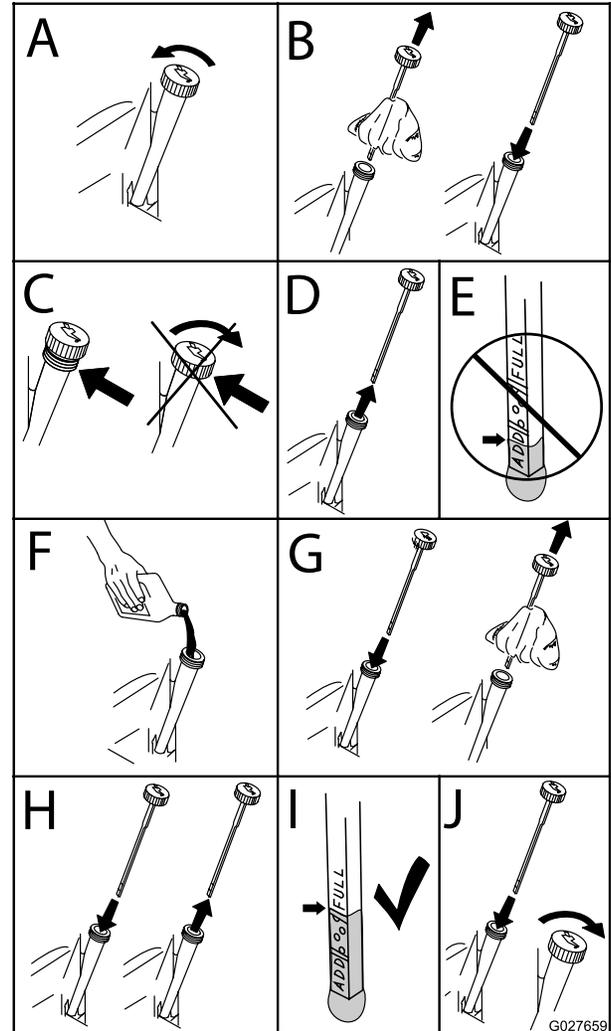

Figure 44
- Avant de quitter la position d'utilisation, coupez le moteur, enlevez la clé de contact et attendez l'arrêt complet de toutes les pièces mobiles (Figure 44).